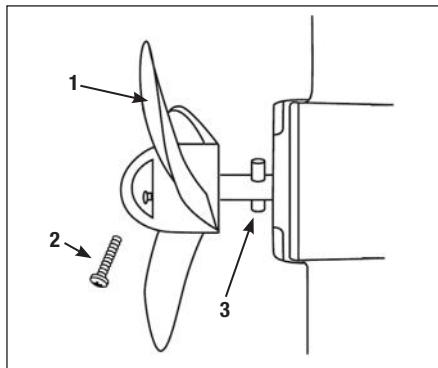

Рис. 21 Снятие гребного винта
- Открутите винт 2 крепления винта (Рис. 21).
- Снимите гребной винт 1 (Рис. 21).
- Установите шпонку 3 (Рис. 21).
- Установите гребной винт 1 так, чтобы шпонка 3 вошла в паз на корпусе гребного винта (Рис. 21).
- Закрутите винт 2 крепления гребного винта (Рис. 21).